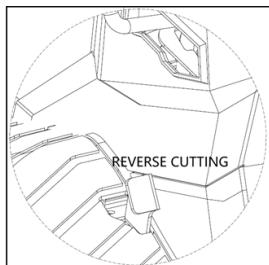

Рис. 32
- Нажмите на педаль «REVERSE CUT» скашивание движением назад, (для механического типа) и переведите рычаг переключения передач в положение «R». (рис.32)